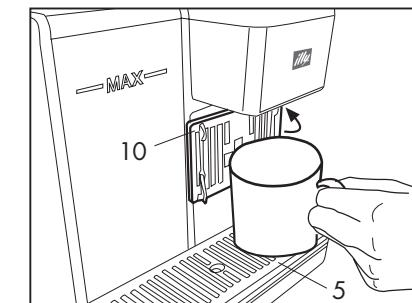

Fig. 6
- S'assurer de l'absence de capsules à l'intérieur et allumer la machine à l'aide de l'interrupteur principal (2).
- Replier le support pour tasses à café (10) et poser une grande tasse sur la grille (5). (**Fig. 6**)